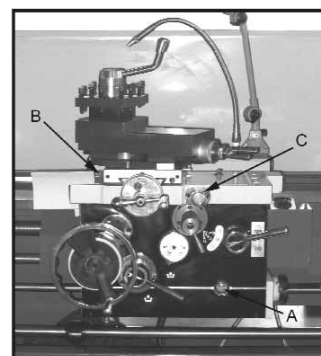

Fig. 5
3. **Förkläde** – Oljan måste vara mellan markeringarna i det optiska ögat (A, fig. 5). Använd Mobil DTE® Oil Heavy Medium. Skruva ur oljepluggen (B, fig. 5) uppe på höger sida för att fylla på olja. Avtappning: Skruva ur pluggen nertill på förklädet. Tappa ur och byt
all olja första gången efter tre månaders användning. Byt sedan olja en gång om året. Dra ut vredet (C, fig. 5) på centralsmörjningen och håll det utdraget i några sekunder så att pumpen fylls med olja. När vredet släpps, flyter oljan genom olika kretsar och smörjer kanalerna och tvärsleden. Gör det två gånger om dagen eller vid behov. När oljenivån är under markeringen måste olja fyllas på.